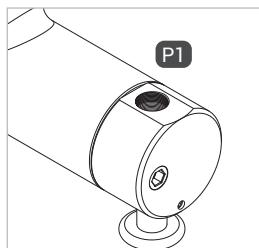
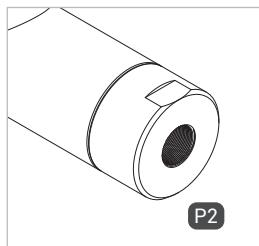

Figure 2
Figure 3
- ▶ Vissez hermétiquement le port de pression pilote « P1 » (Figure 2) et/ou « P2 » (Figure 3) avec l'embout de raccordement de la conduite de pression pilote.